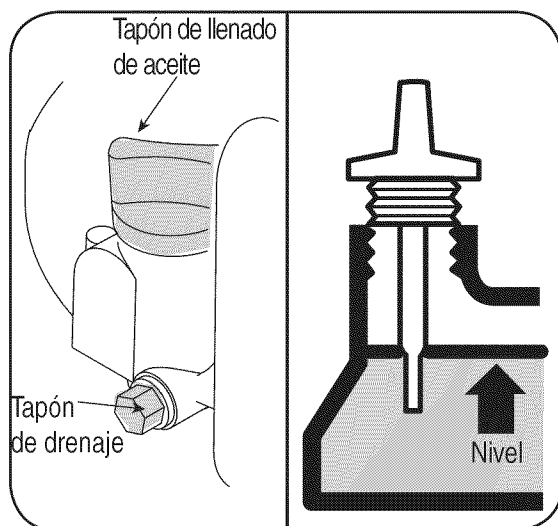

Figura 10-1: Cambio de aceite.
1. Retire el tapón de llenado de aceite y drene el aceite retirando tapón de drenaje o girando la cortadora de césped sobre su lado (el lado del depurador de aire hacia arriba) y permitiendo que el aceite se drene en un recipiente adecuado. Vea la Figura 10-1.
3. Vuelva a llenar con el aceite recomendado (vea sección Funcionamiento) y controle el nivel de aceite. Vea la Figura 10-1.